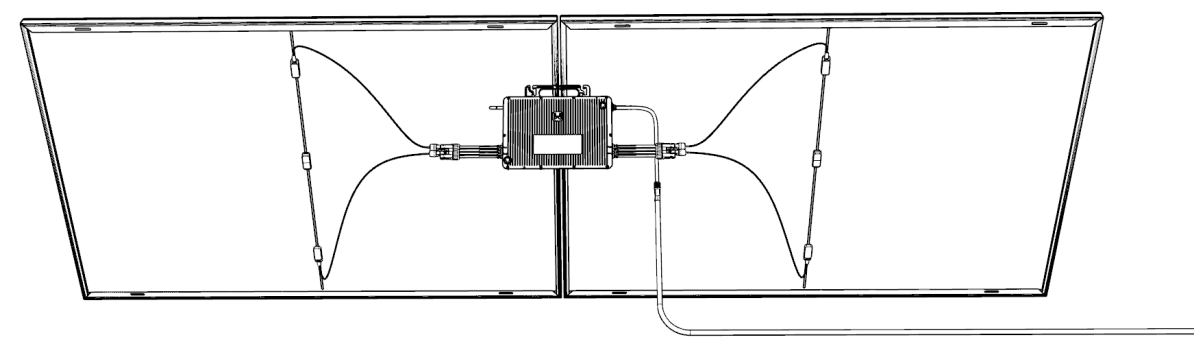

FIGURE 6-3
① Connectez en parallèle les bornes positives et négatives de deux produits Suncake aux ports CC du micro-onduleur séparément, comme le montre la Figure 6-3.
② Connectez la sortie CA du micro-onduleur directement à la prise domestique et l'installation est terminée.